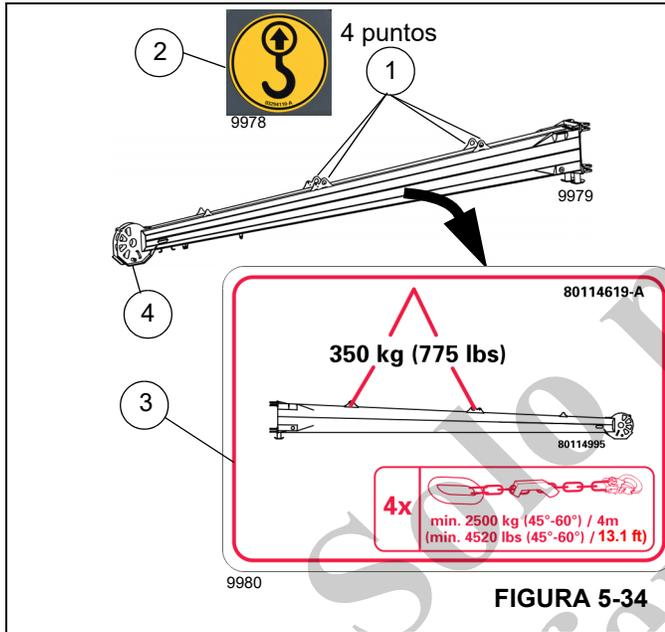

FIGURA 5-34
La sección de extremo tiene cuatro puntos de fijación fijos (1, Figura 5-34). Las etiquetas (2) marcan los puntos de unión. La etiqueta de información de peso (3) muestra información sobre el peso del inserto de celosía y el equipo de elevación necesario. Conecte un cable guía al final de la sección de extremo (4), según sea necesario, para guiar la sección durante las operaciones de elevación.